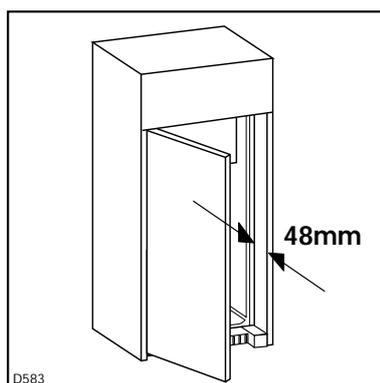

Abb. 4
- Befestigen Sie Winkel (1) am Gerät und bringen Sie die Gummidichtung an.
- Schieben Sie den Kühlschrank in die Nische ein und bauen Sie ihn 48 mm nach innen im Vergleich zur Möbelfläche ein (Abb. 4).
- Befestigen Sie den Kühlschrank mit den Schrauben (2) an der Ober- und Unterseite der Nische, den unteren Scharnieren eingefügt haben.
- Befestigen Sie Winkel (1) am Möbel.
- Bringen Sie die Scharnierabdeckung an (4).